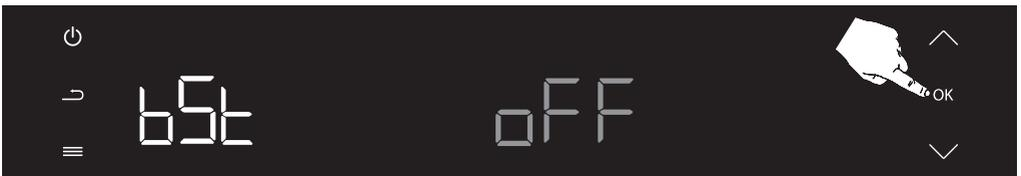

Abbildung 85
Drücken Sie einmal die Bestätigungstaste (OK), um die **OFF** Standortauswahl zu bestätigen. (siehe Abb. 85) Das Vorheizen (🔥) ist dann ausgeschaltet.